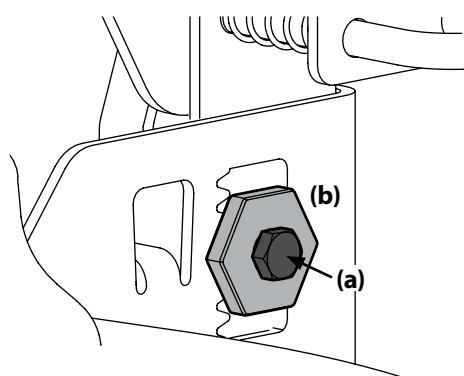

Figura 4-7
4. Con una llave, levante o baje el lado izquierdo de la plataforma girando el engranaje de ajuste (b). Consulte la Figura 4-7.